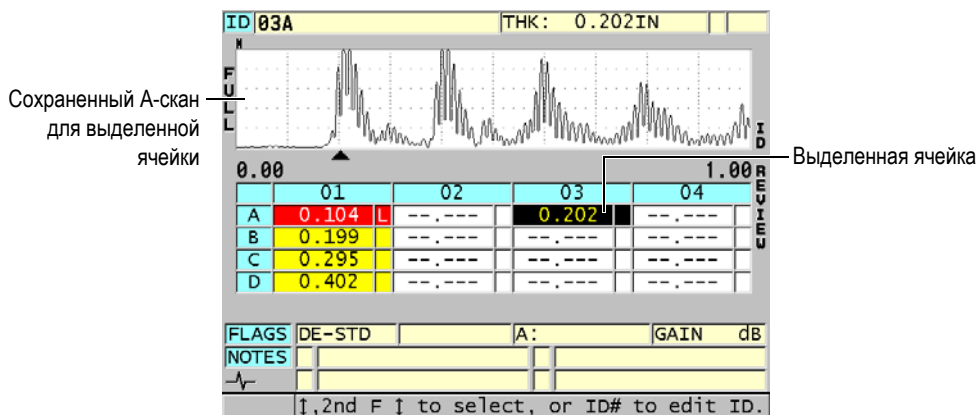

Рис. 10-13 Выделенная ячейка сетки БД на экране просмотра ИД
3. На экране просмотра ИД (см. Рис. 10-13 на стр. 159):